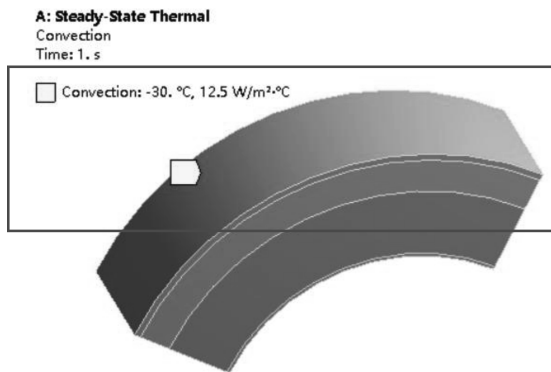

图 3-6 施加对流边界条件
(3) 施加外表面传热系数及环境温度：在标准工具栏中单击，选取座舱外表面，在工具栏中选择【Convection】→【Detail of “Convection”】→【Definition】→【Film Coefficient】= 12.5W/(m² · °C)，【Definition】→【Ambient Temperature】= -30℃，如图 3-6 所示。